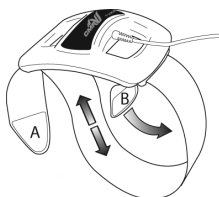

Figura 1
2. Desenganche la lengüeta de velcro "A" y afloje la correa. (Figura 1)